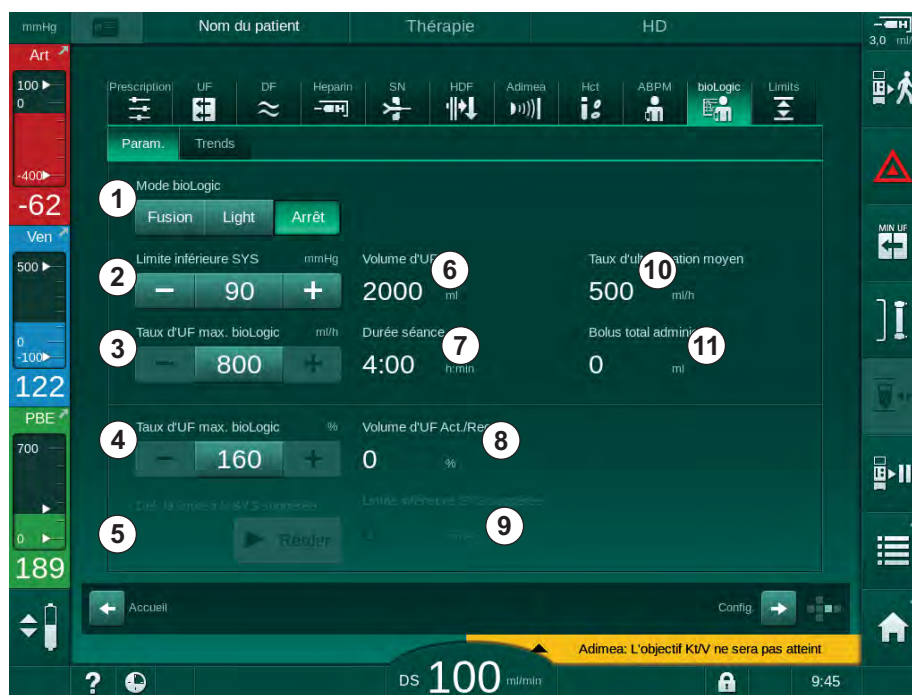

Fig. 11-20 Écran Paramètres de bioLogic Fusion
Lors de l'activation de la SLL suggérée, la valeur ⑨ dans Fig. 11-20 est acceptée. Le cas échéant, la limite inférieure systolique peut être réglée sur la position ② .
1. Pour activer le bioLogic Fusion ou le bioLogic Light, toucher le bouton *Fusion* ou *Light* dans la boîte de groupe *Mode bioLogic* (Fig. 11-20, ①).